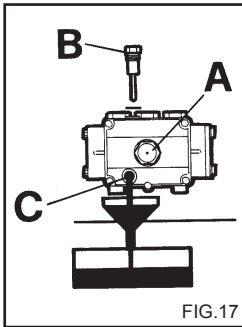

FIG.17
- 2) Dévisser le bouchon de la tige de contrôle de niveau (fig. 17).